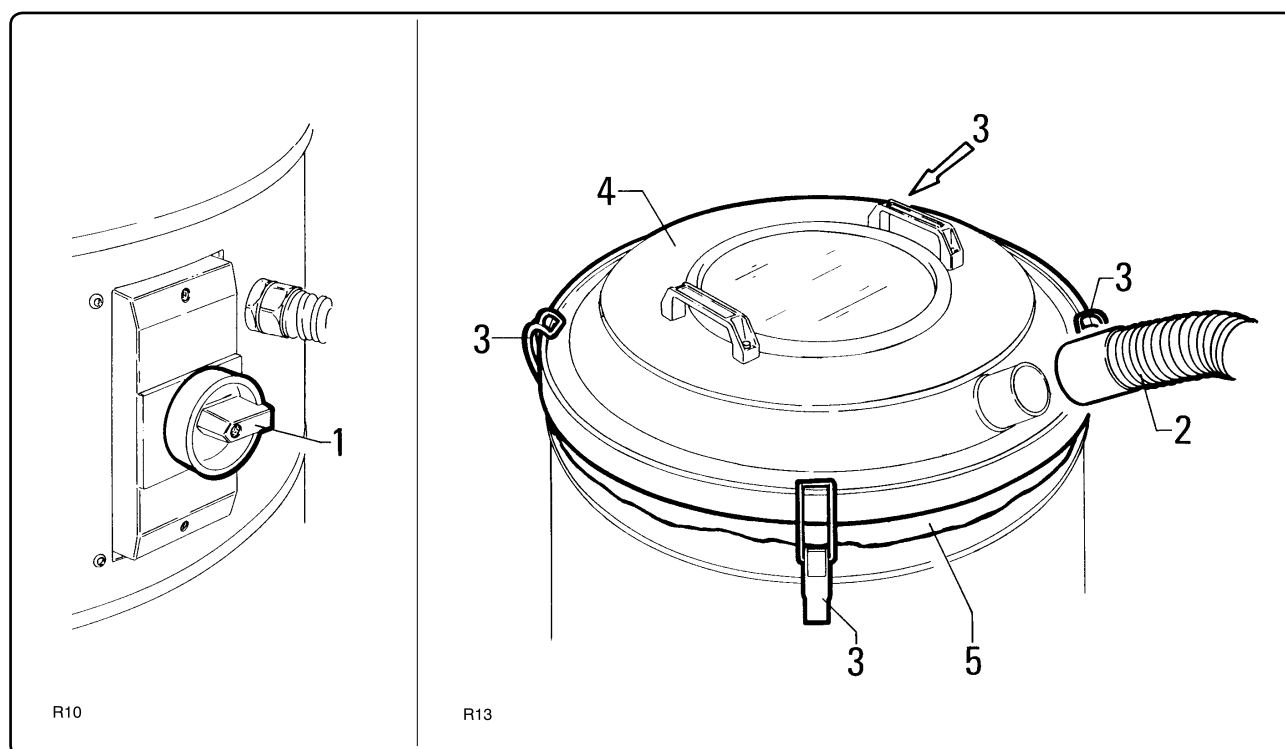

Рис. 6.6.1
- Извлеките мешок для сбора мусора и после опорожнения установите его на место так, чтобы край "5" слегка выступал (рис. 6.6.1).